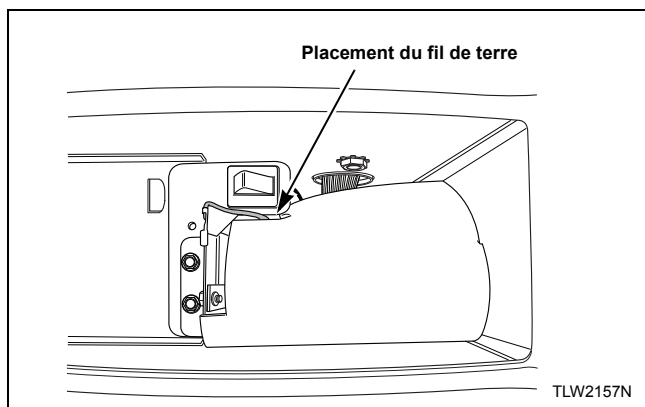

Figure 21
6. Avant d'installer la glissière à monnaie et l'extension, vérifier que le fil de terre est replié sous le dispositif de protection de la commande afin que la glissière à monnaie puisse fonctionner. Se reporter à la *Figure 21*.